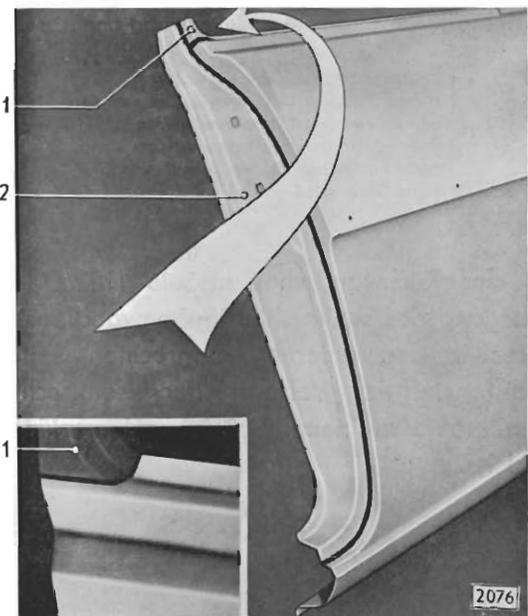

Bild 100 - Neue Seitenwand an Korsserieschloßsäulenseite zugeschnitten
- a) den Übergang der Seitenwand zur Karosserieschloßsäule (Bild 100),
Die Anpassung der neuen Seitenwand an die Karosserieschloßsäule erfolgt ohne vorheriges Anhalten an die Karosserie. Es sind die in Bild 100 gezeigten schwach sichtbaren Stücke der Seitenwand entlang der schwarz eingezeichneten Trennlinien abzutrennen.